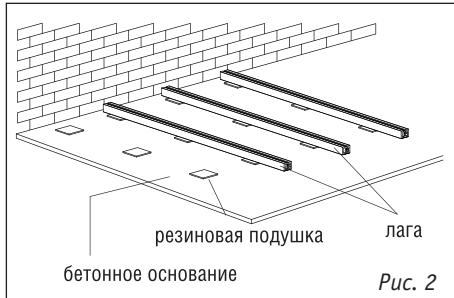

Рис. 2
- На сплошную и ровную бетонную стяжку с предварительной укладкой резиновой подушки* 100x100x5 мм (рис. 2).